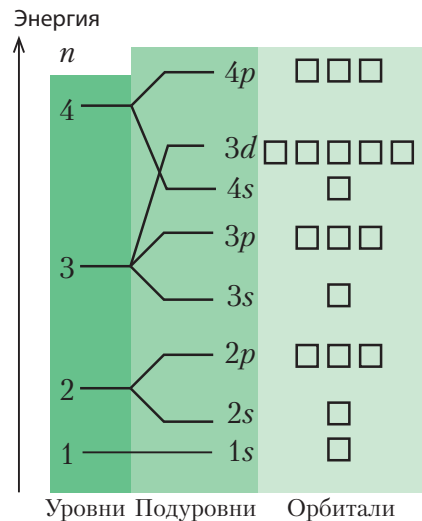

Рис. 18. Схема распределения атомных орбиталей по энергии (энергетическая диаграмма)
Согласно основному принципу квантовой механики, электрон в атоме может принимать только определённые значения энергии, а другие значения запрещены. В этом случае говорят, что *энергия электрона квантована*, то есть имеет дискретный набор значений. Для наглядного представления состояний электронов в атоме используют энергетическую диаграмму (рис. 18). Проанализируем этот рисунок. Из рисунка следует, что электроны в атоме распределены по энергетическим уровням и подуровням.
На энергетической диаграмме атомные орбитали изображены в виде клеток (ячеек):  $\square$  (рис. 18). На каждом энергетическом подуровне может находиться только определённое число одинаковых по энергии атомных орбиталей: на любом *s-подуровне* — одна  $\square$ , на *p* — три  $\square\square\square$ , на *d* — пять  $\square\square\square\square\square$ .
4. Используя рис. 18, расположите следующие атомные орбитали в порядке увеличения их энергии:  $3p$ ,  $2p$ ,  $3d$ ,  $1s$ .